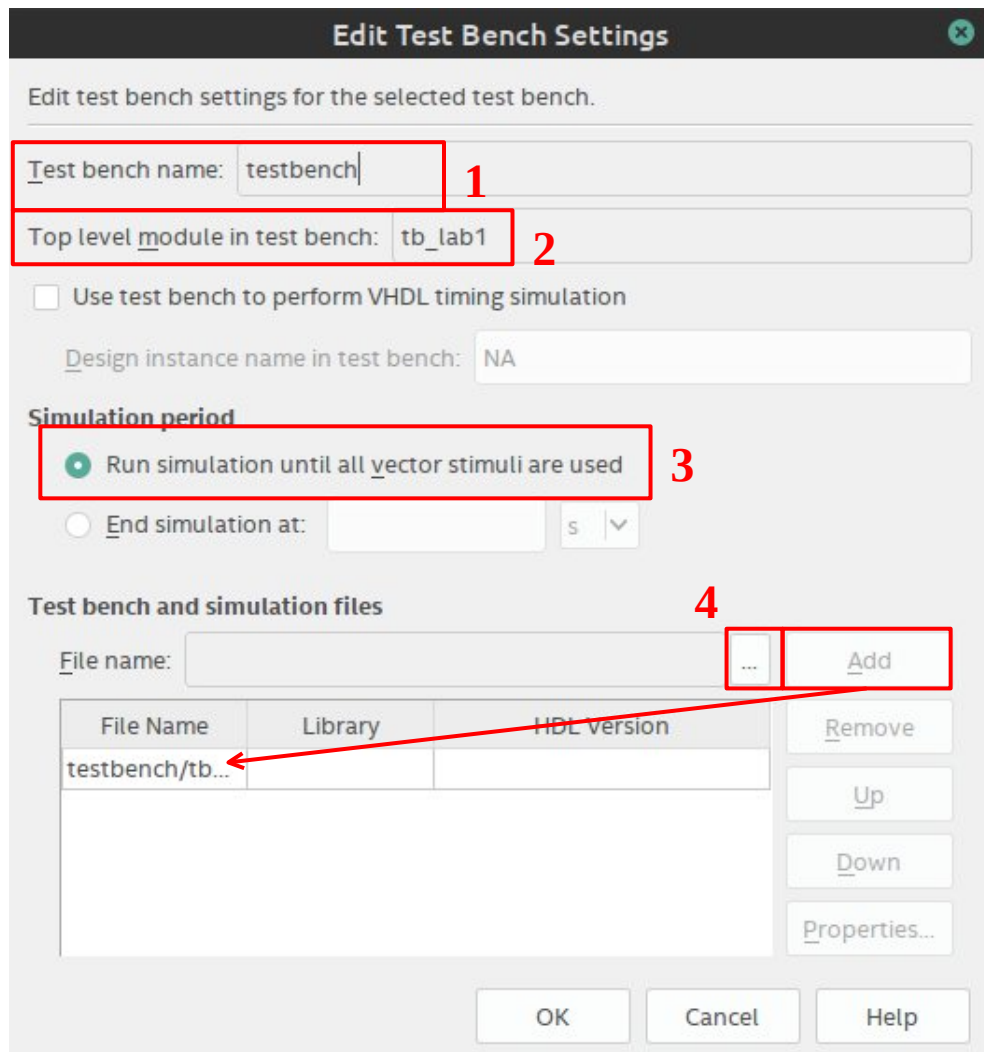

Рисунок 1.19 – Настройка тестбенча
- 2.5. Задайте (рисунок 1.19) имя тесту (1), укажите название тестового модуля (2), отметьте моделирование пока используются все тестовые вектора (3), добавьте файл с описанием тестового модуля (4).